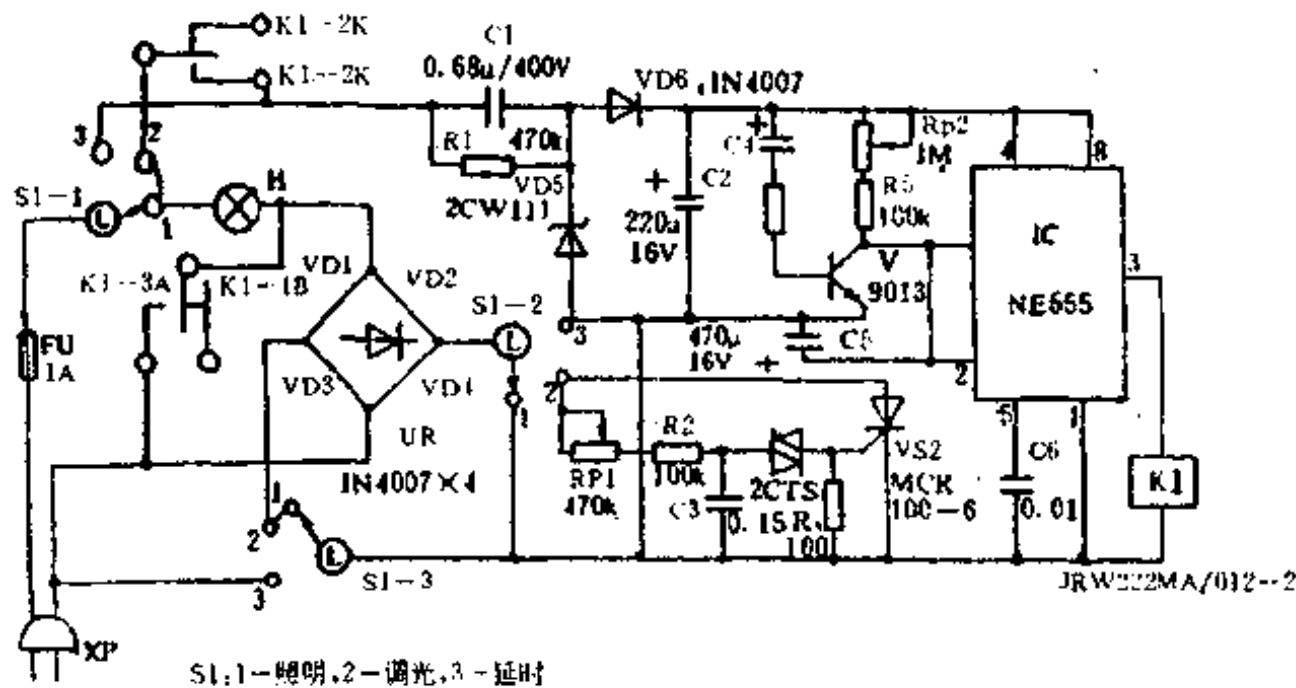
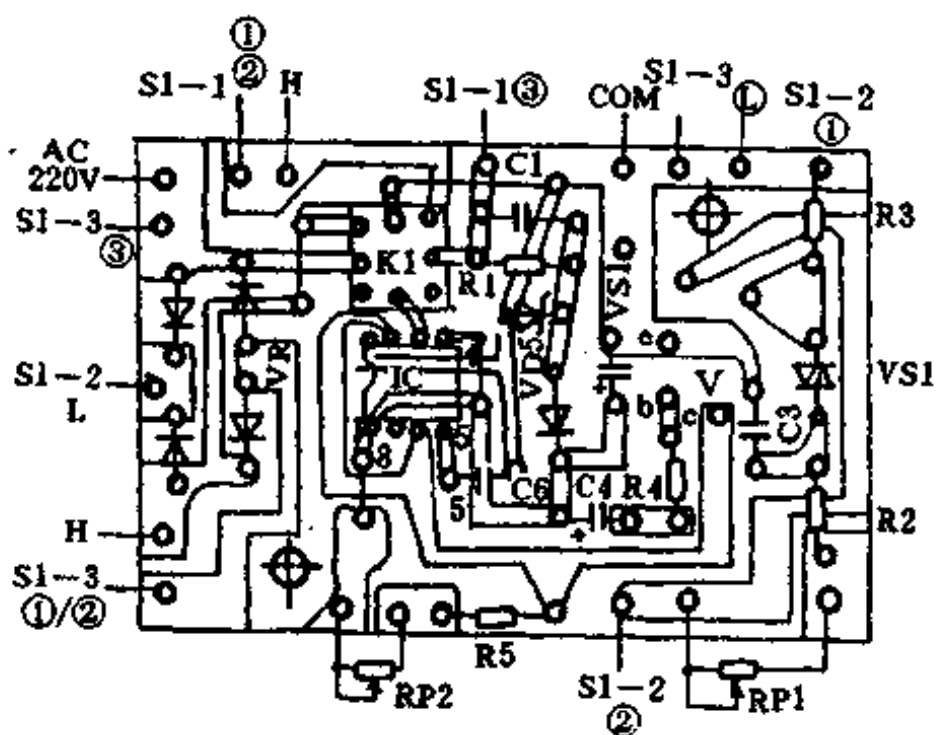
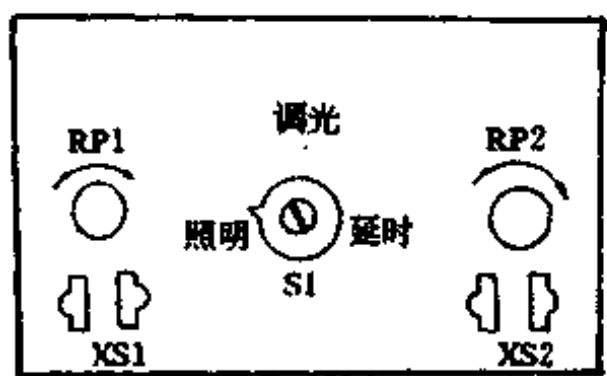

图 1-225
图 1-229
图 1-230
1. 工作原理:该灯具的整体电路如图 1-225 所示。功能开关 S1-1 置“1”位时为“照
按图 1-225 中给定值时,  $T_d = 50S \sim 8M$ , 如  $RP2$  取  $2.2M\Omega$ ,  $C5$  取  $2200\mu F$ , 则  $T_d$  可加大到 1.5 小时。其它未提及元件, 均按图 1-225 中的标注值选择即可。
3. 安装调试: 灯具的印刷电路板如图 1-229 所示。照图装配完毕之后, 一般无需调试即可正常工作。印制板需装入一个袖珍收音机塑壳中(自制小木壳亦可, 忌用金属壳), 结构示意图如图 1-230 所示。其中  $XS1$ 、 $XS2$  是与图 1-225 中 H 灯并联的两个插座, 使用中只需把用电器插入其内即可达到调光、调速和调温的目的, 将灯泡接入  $XS1$ 、 $XS2$  其中之一, 照明、调光、延时的功能即可实现。